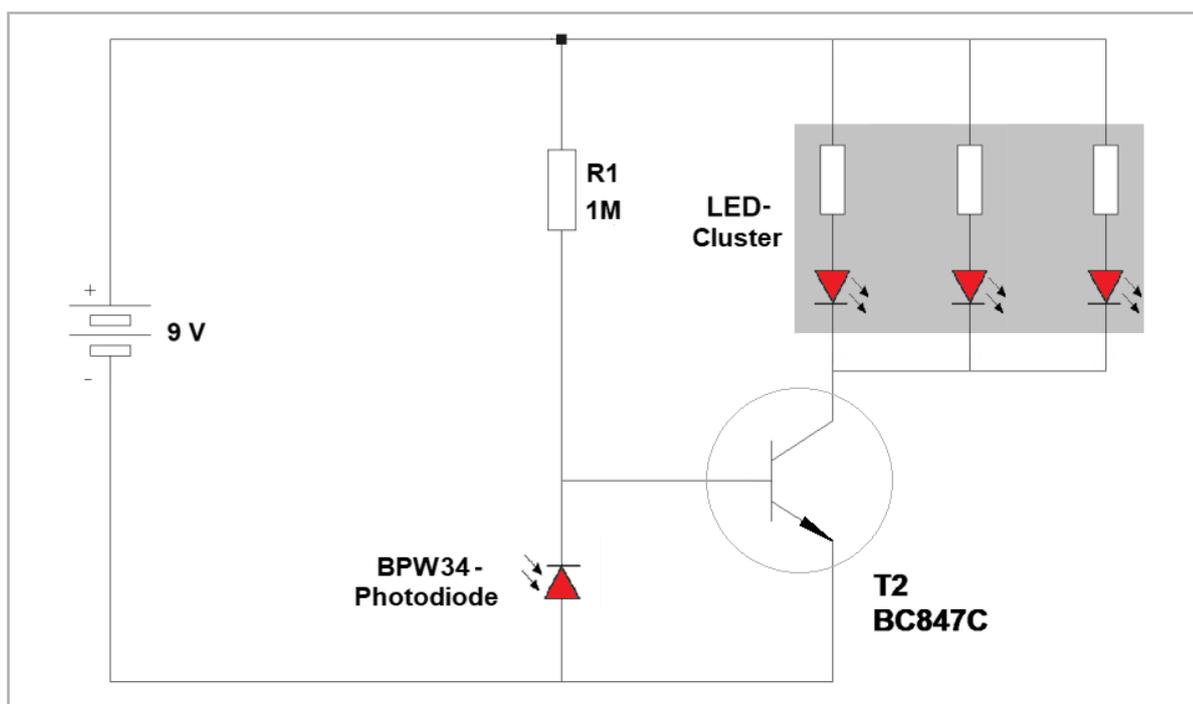
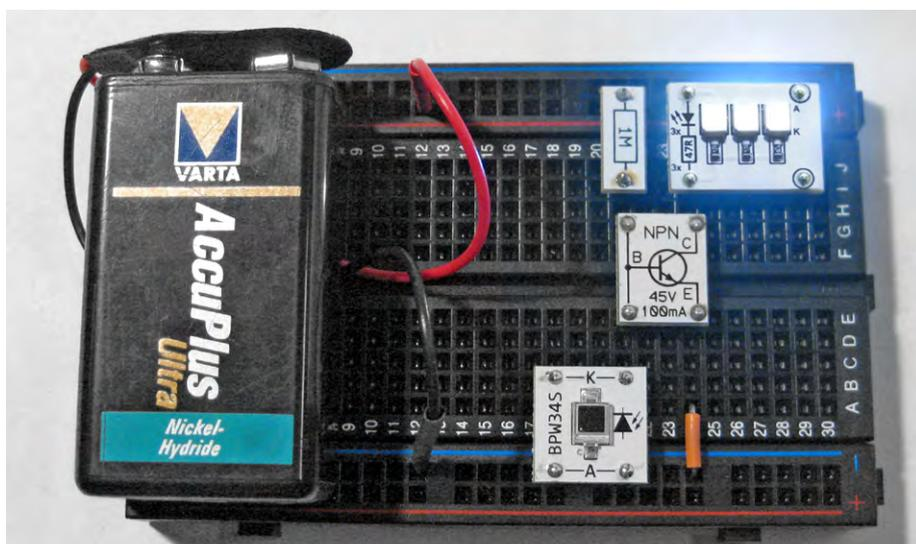

Bild 4: Schaltplan für eine automatische Notbeleuchtung
Bild 5: Praktischer Aufbau einer Notbeleuchtung
Um diesen Cluster anzusteuern, ist ein einfacher Kleinleistungstransistor wie z. B. ein BC847 vollkommen ausreichend. Bild 4 zeigt einen passenden Schaltplan dazu. Die praktische Ausführung dazu kann sehr kompakt ausfallen (Bild 5).
- Wie kann man die Lichtempfindlichkeit der Schaltung nach Bild 4 verändern?